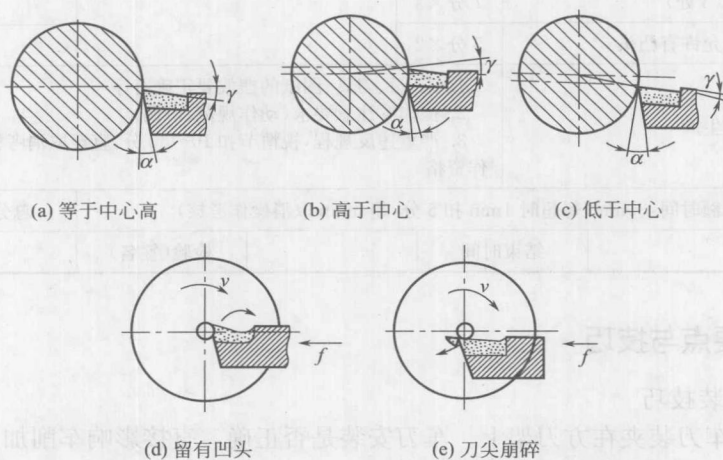

图 1-4 车刀刀尖与工件旋转中心的位置
3) 车刀的刀尖应与工件旋转中心等高,如图 1-4(a) 所示。车刀刀尖高于工件的轴线,如图 1-4(b) 所示,会使车刀的实际后角减小,车刀后面与工件之间的摩擦增大。车刀刀尖低于工件的轴线,如图 1-4(c) 所示,会使车刀的实际前角减小,切削阻力增大。刀尖不对中心,在车至端面中心时会留有凸头,如图 1-4(d) 所示。使用硬质合金车刀时,若忽视此点,车到中心处会使车刀刀尖崩碎,如图 1-4(e) 所示。